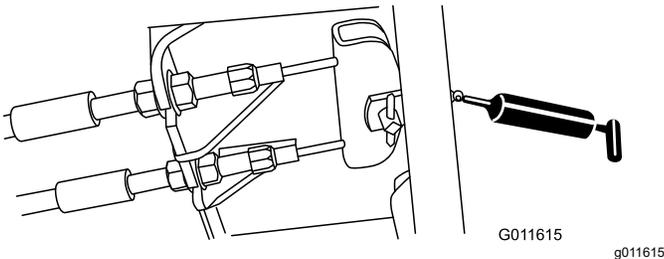

Figura 76
- Pedale del freno (1) (Figura 76)